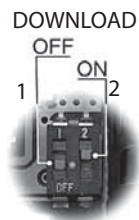

Fig. 2.i
- Laden der Parameter einer Steuerung auf den Schlüssel (UPLOAD - Fig. 2.h);